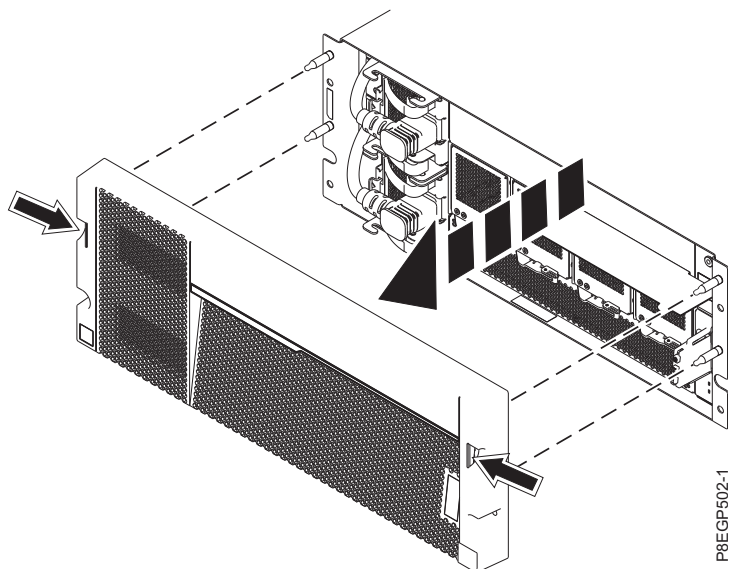

Figura 8. Extracción de la cubierta y de la tarjeta de información de servicio
- b. Utilizando los dos puntos de contacto azules de cada lado del cajón, tire de la cubierta para extraerla de la parte frontal del cajón, tal como se muestra en Figura 8 en la página 11.